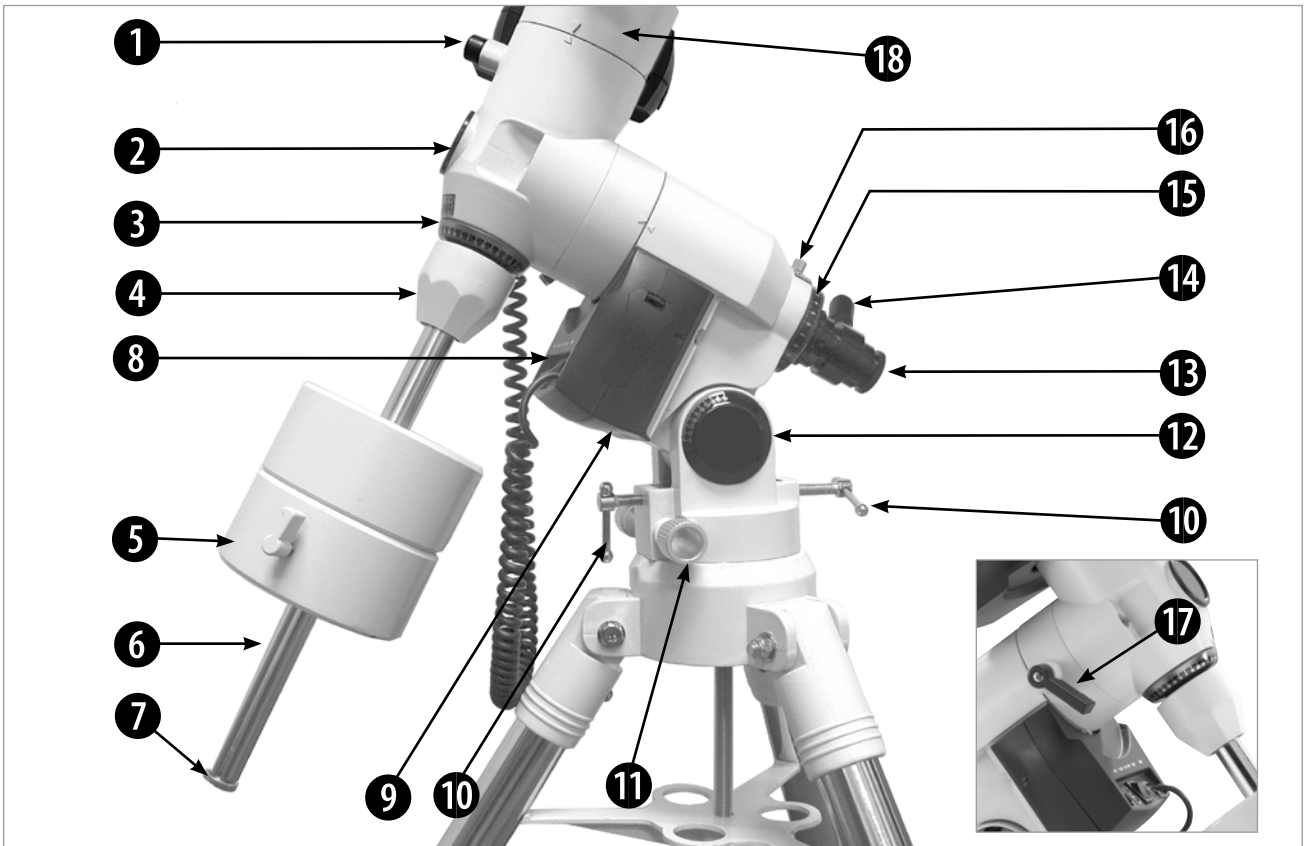

Fig. 1a: La montatura; il dettaglio mostra il lato opposto.
- ❾ **Azionamento R.A.:** Consente il posizionamento e l'inseguimento sull'asse orario. Il bloccaggio R.A. (17, fig. 1a) deve essere serrato.
- ❿ **Viti di regolazione dell'altezza polare (10, fig. 1a):** Qui viene impostata la latitudine del luogo di osservazione. Le viti lavorano in configurazione tiro-spinta—quando si serra una, l'altra deve essere allentata di conseguenza.
- ⓲ **Azionamento Dec.:** *È controllato tramite la handbox. Muove il tubo ottico lungo l'asse DEC. Il bloccaggio DEC (1, fig. 1a) deve essere serrato a mano affinché il motore DEC funzioni.*
Affinché il telescopio sia sicuro e stabile sul treppiede e si muova in modo fluido e uniforme, deve essere bilanciato. Per bilanciare il telescopio, allentare il bloccaggio RA(**17, Abb. 1a**). Quando l'asse è libero, il telescopio ruota attorno all'asse RA. In una fase successiva aprirà anche il bloccaggio DEC(**1, Abb. 1a**). Una volta aperto, il telescopio ruoterà anche attorno all'asse DEC. Il movimento del telescopio avviene attorno a questi due assi, singolarmente o simultaneamente. Cerchi di familiarizzare con questi bloccaggi e osservi come il telescopio si muove attorno ai singoli assi. Per ottenere il miglior bilanciamento possibile del telescopio, segua il metodo descritto di seguito:
*1. Tenga saldamente il tubo ottico, in modo che non possa oscillare accidentalmente liberamente. Allenti il bloccaggio RA(**17, Abb. 1a**). Il tubo ottico ora si muove liberamente attorno all'asse RA. Lasci quindi ruotare il telescopio finché l'asta dei contrappesi non risulta parallela al suolo.*
*2. Allenti la vite di bloccaggio del contrappeso(**5, Abb. 1a**) e faccia scorrere il contrappeso lungo l'asta dei contrappesi avanti e indietro finché il telescopio non si trova in una posizione in cui, lasciandolo andare, non si muove né in una direzione né nell'altra. Quindi serri di nuovo la vite del contrappeso, in modo che il contrappeso rimanga nella posizione attuale e non possa scivolare.*
*3. Tenga nuovamente il tubo ottico, in modo che non possa muoversi liberamente. Quindi serri il bloccaggio RA(**17, Abb. 1a**) e riapra il bloccaggio DEC(**1, Abb. 1a**). Il telescopio ora è in grado di muoversi liberamente attorno all'asse DEC. Modelli AR/SN: allenti le viti di serraggio degli anelli del tubo (**13, Abb. 1a**), in modo che il tubo principale possa scorrere leggermente avanti e indietro negli anelli. Sposti quindi il tubo avanti e indietro negli anelli finché non rimane in una posizione senza muoversi in una direzione specifica. Modelli SC: allenti leggermente le viti di bloccaggio della montatura(**17 oppure 1, Abb. 1a**). Faccia scorrere il tubo nella sede a coda di rondine della montatura avanti o indietro finché non risulta bilanciato. Quindi serri nuovamente le viti di bloccaggio.*
2. Allentare il bloccaggio RA (17, Fig. 1a). Ruotare il tubo finché l'asta dei contrappesi non punta direttamente verso il suolo (vedere anche le immagini 3a e 3b).
3. Se non è già stato fatto, orienti l'intero assemblaggio del telescopio in modo che la gamba del treppiede, sotto l'asta dei contrappesi, punti (circa) verso nord. Quindi apra il bloccaggio DEC (1, Abb. 1a) in modo che il tubo ottico (Abb. 3a) possa essere ruotato. Ruoti ora il tubo finché non punta verso nord. Chiuda nuovamente i bloccaggi.
4. Se non è già stato fatto, determinare la latitudine del luogo di osservazione. Utilizzare le viti di regolazione della latitudine (10, Fig. 1a) per impostare la montatura del telescopio in modo che l'indicatore punti esattamente alla latitudine corretta del luogo di osservazione sulla scala della latitudine (12, Fig. 1a).
Per ottenere una funzionalità GoTo il più precisa possibile, l'asse RA dovrebbe tuttavia essere orientato il più esattamente possibile sul polo celeste con l'aiuto del cannocchiale polare (13, Fig. 1a). Vedere anche il capitolo „Miglioramento dell'allineamento polare“.
- Per individuare un oggetto, allentare prima il bloccaggio RA(17, Fig. 1a) e il bloccaggio DEC(1, Fig. 1a). Il telescopio può ora muoversi liberamente sui suoi assi. Allentare i bloccaggi prima singolarmente e familiarizzare con i singoli movimenti. Quindi allentare entrambi i bloccaggi contemporaneamente. È importante familiarizzare con tutti i movimenti del telescopio, poiché l'uso di una montatura equatoriale richiede un po' di pratica.